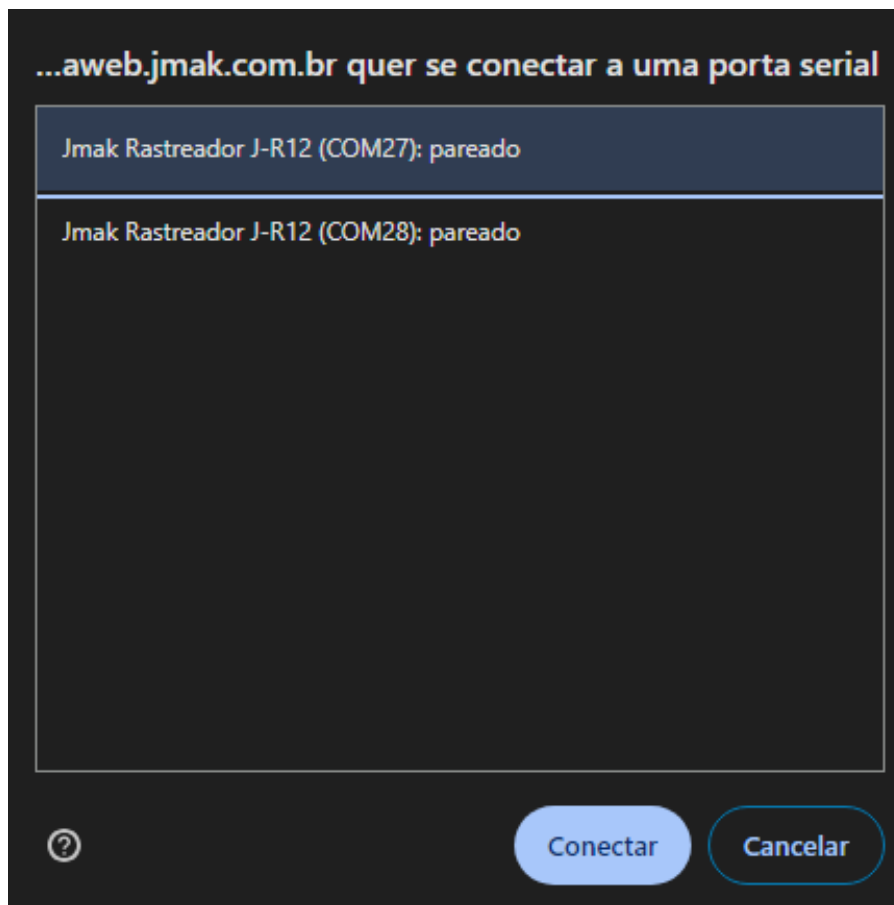

Figura 22: Conectar dispositivo Jmak.
4. **Conectar Dispositivo:** Escolha o dispositivo Jmak na caixa de diálogo e clique em "Connect"(Figura 22).